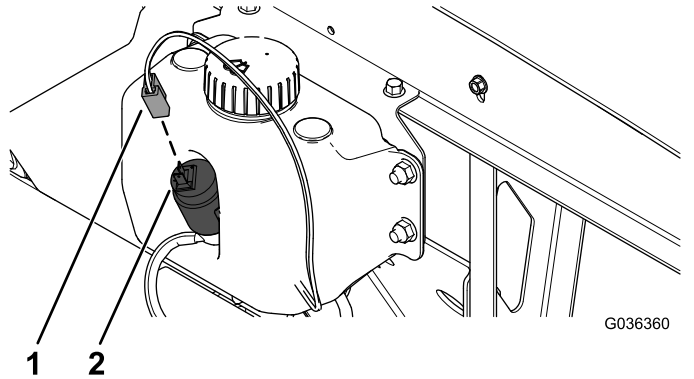

Figura 12
1. Alinee el conector hembra de 2 vías del arnés de cables con el conector de 2 patillas de la bomba del lavaparabrisas (Figura 12).
2. Enchufe el conector del arnés de cables a la bomba hasta que esté asentado correctamente (Figura 12).